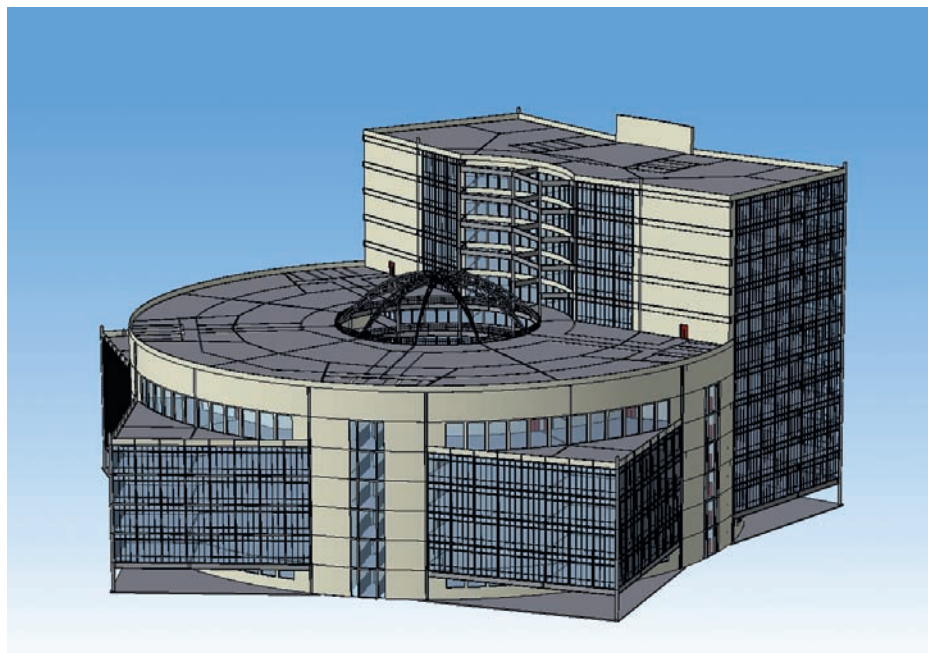

Рис. 2. ТЦ «Звезда»
2. «ТЦ Звезда» — абстрактный торговый центр в форме звезды. Нижние 5 этажей отводятся под торговые и развлекательные площадки, а с 6 по 12 этажи располагаются офисы. Тестировались разделы проекта КМ и КЖ (рис. 2, 3).